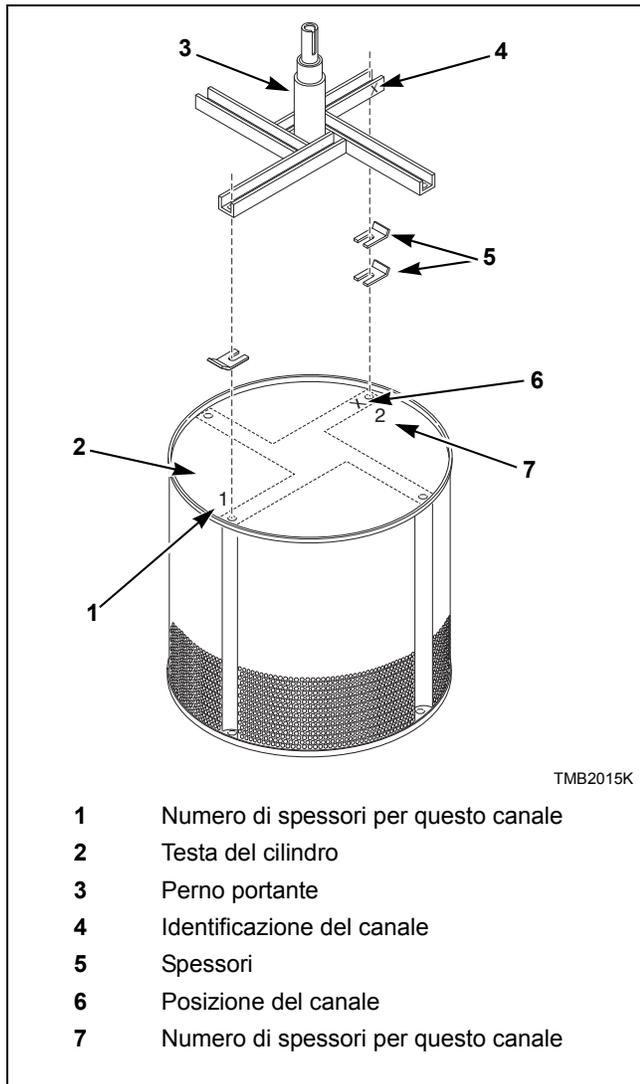

Figura 9
6. Per assicurarsi che nel riassetto del cilindro esso sia in equilibrio, contrassegnare la posizione originale di ciascun canale sulla testa del cilindro e il numero di spessori per ciascun canale prima di rimuovere le parti. Consultare la *Figura 9*.